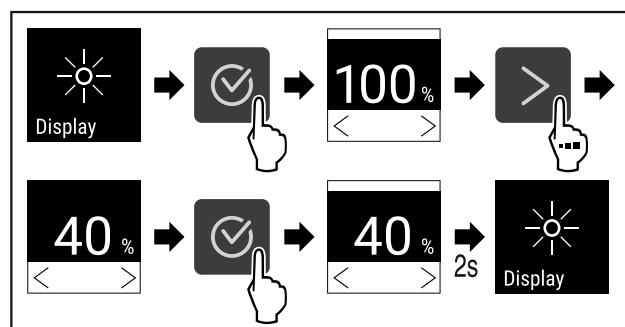

Fig. 82
- ▶ Udfør handlingstrinene (se Fig. 82).